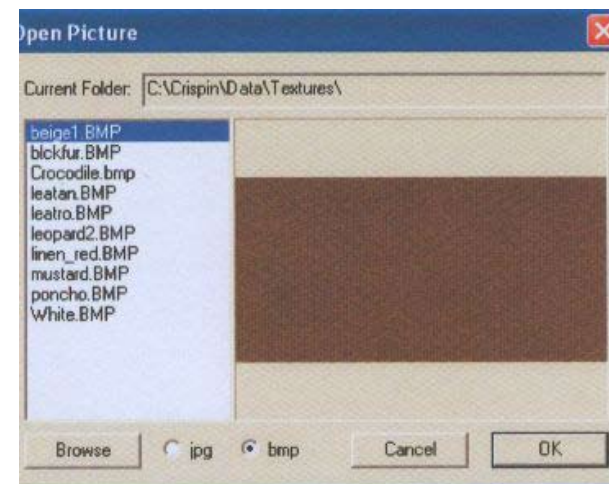

Рис. 115
- Нажмите **Apply Logo** на панели инструментов **Upper Design**. Появится диалоговое окно **Open Picture** (рис. 115).